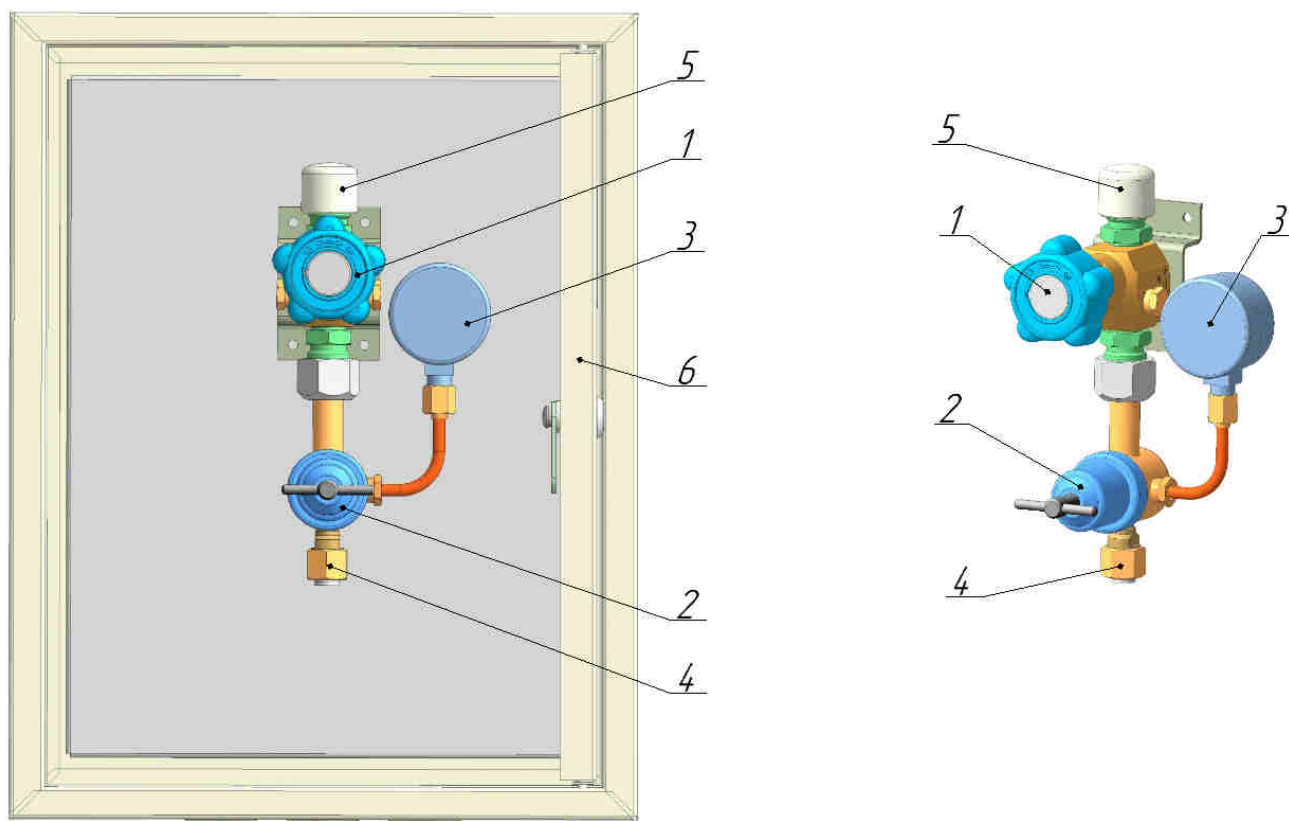

Рис.1 Пост газоразборный: а - ПГГел-10-з; б - ПГГел-10
4.1 Внешний вид поста показан на рис. 1